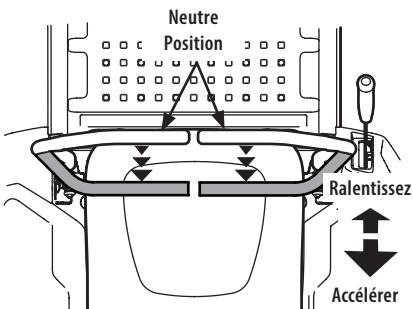

Figure 25
1. Déplacez lentement et uniformément les deux leviers de contrôle vers l'arrière. Le tracteur commencera à se déplacer en sens inverse (Figure 25).